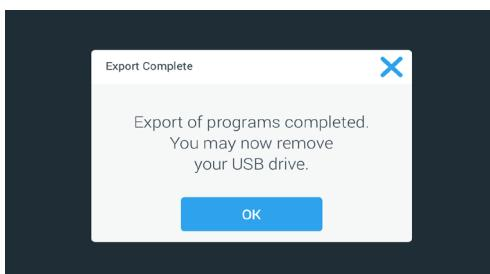

Abbildung 3-53: Programme -> Popup-Fenster Importvorgang abgeschlossen
6. Ist der Importvorgang erfolgreich abgeschlossen, erscheint das Popup-Fenster Importvorgang abgeschlossen, wie in Abbildung 3-53 unten dargestellt.